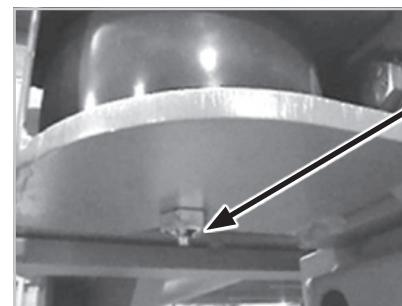

Figure 90
- Graisser les roues de guidage (Figure 90).